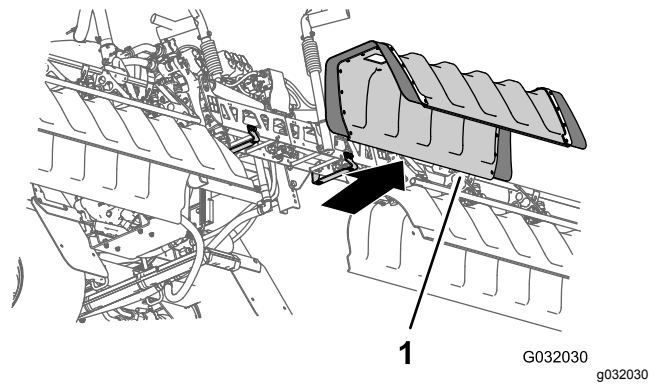

Figura 20
2. Remova a cobertura da secção central da máquina (Figura 20).